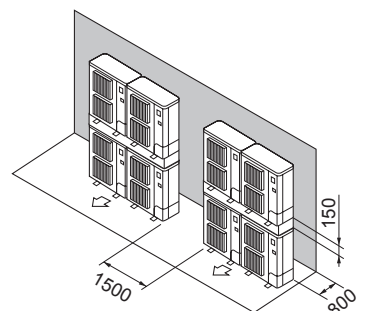

Fig. 2-18
- ⑦ Διάταξη μονάδων σε στοίβα (Fig. 2-18)